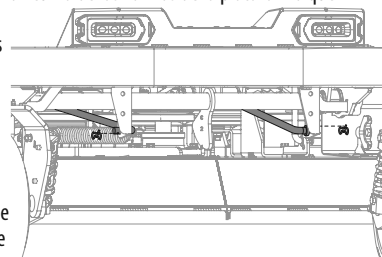

Figura 48
6. Extraiga los dos pasadores con unión curva de las varillas de la plataforma que sujetan los soportes del varillaje de elevación centrales delanteros a los soportes de elevación centrales delanteros de la plataforma y tire del extremo delantero de las varillas fuera de su lugar. Consulte la Figura 48.